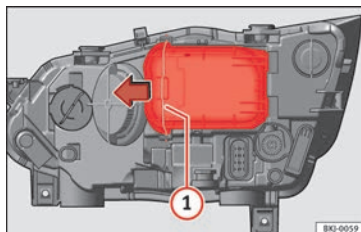

Fig. 111 En el vano motor: retirar la tapa.
- Desplace el tirante **» fig. 111 (1)** en el sentido de la flecha y saque la tapa.